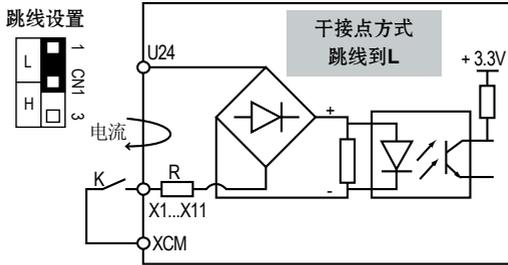

图 4-21 接口板 CN1 跳线到 L 时干接点信号接线示意图
1. CN1 跳线到 L 时，接线方式如图 4-21 所示。